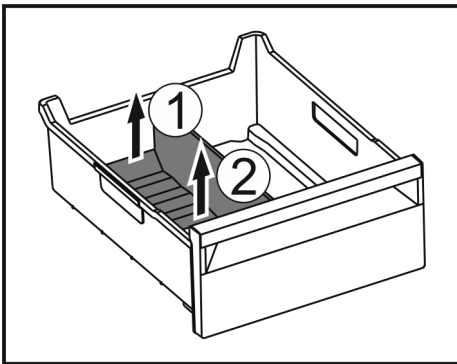

Fig. 173
- Nosta jäälaatikon jakajan takaosaa. Fig. 173 (1)
- Poista jäälaatikon jakaja ylöspäin. Fig. 173 (2)